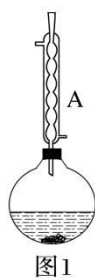
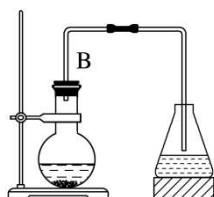

图 1
图 2 溴苯制取
(2) 冷凝回流：有机物易挥发，因此在反应中通常要采用冷凝回流装置，以减少有机物的挥发，提高原料的利用率和产物的产率。如图 1、图 3 中的冷凝管，图 2 中的长玻璃管 B 的作用都是冷凝回流。
制气类型	“固 + 液 $\longrightarrow$ 气”型 (如图 1) [圆底烧瓶、分液漏斗、导气管、试管、水槽]